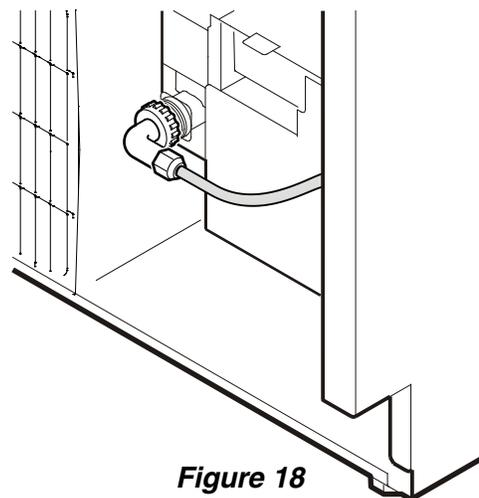

Figure 18
8. Visser l'adaptateur de diamètre extérieur sur l'électrovanne (**Figure 18**).